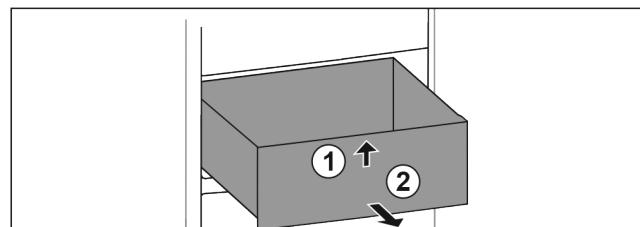

Fig. 23
- Predal spredaj dvignite. Fig. 23 (1)
- Predal vzemite ven v smeri naprej. Fig. 23 (2)